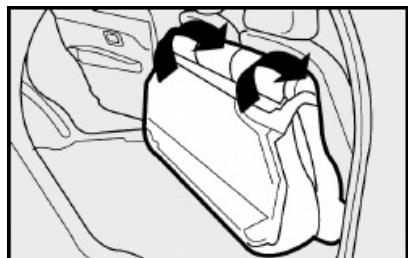

fig. 64
4) Rebater para a frente o encosto, passando os cintos pelos lados, até que este se apóie sobre o assento traseiro **fig. 64**.